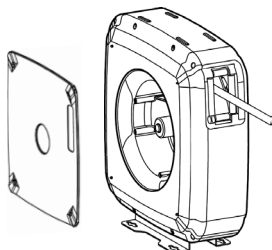

FIG 6.
- Remove the plastic cover from the side (Fig. 6)
- Ta bort plastkåpan på sidan (Fig. 6).
1. Unwind the hose completely and the search for the ratchet blocking position (Fig.6).
1. Dra ut slangen helt och hitta spärrläget (Fig. 6).